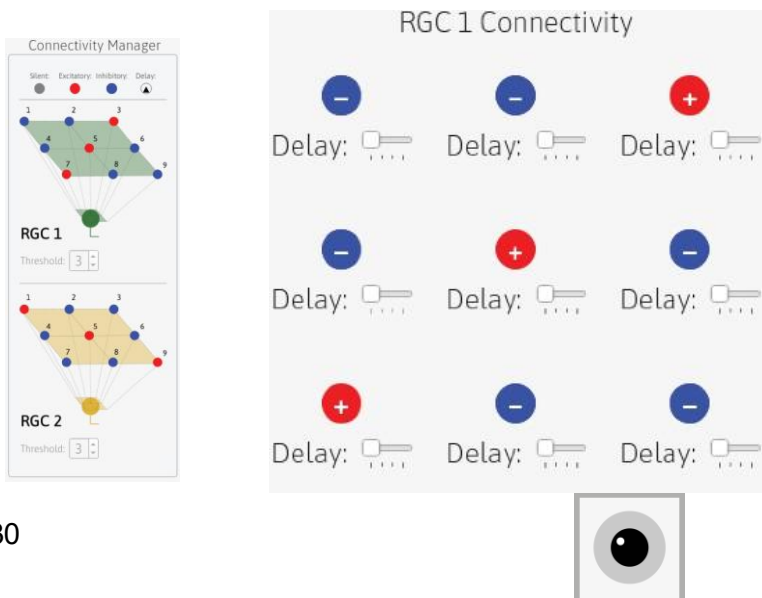

Рисунок 39. Менеджер подключений в главном графическом интерфейсе (слева) и его всплывающее окно (справа).
е. Менеджер подключений (**Рис. 39**).
- iii. То Чтобы изменить тип связи с одной из ганглиозных клеток, просто щёлкните по её цепи (**Рис. 39**, слева). Откроется всплывающее окно (**Рис. 38**, справа), в котором можно изменить настройки для каждого фоторецептора модели.